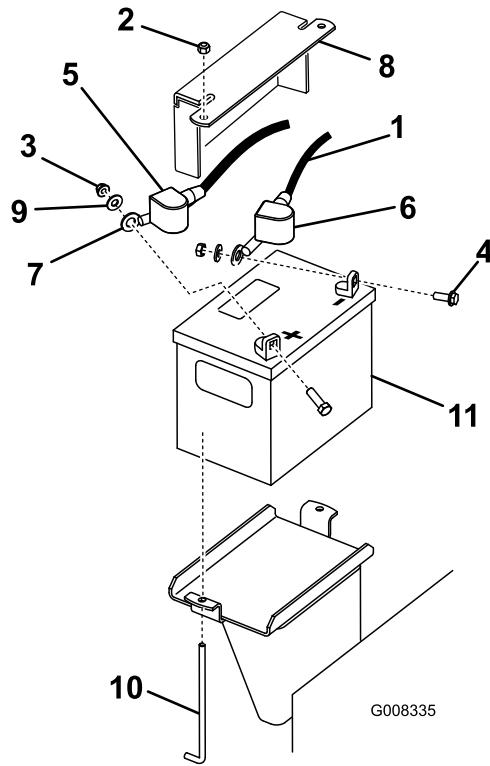

Figura 41
3. Levante la cubierta de goma negra del cable negativo. Desconecte el cable negativo del borne negativo (-) de la batería (Figura 41).
4. Retire la cubierta de goma roja del borne positivo (rojo) de la batería. Luego retire el cable positivo (rojo) de la batería (Figura 41).
5. Retire la pletina de sujeción, los pernos en J y las contratuercas que sujetan la batería (Figura 41), y retire ésta.
1. Coloque la batería en la máquina (Figura 41).
3. Conecte primero el cable positivo (rojo) al borne positivo (+) de la batería con una tuerca, una arandela y un perno (Figura 41). Deslice la cubierta de goma sobre el borne.
4. Luego conecte el cable negativo y el cable de tierra al borne negativo (-) de la batería con una tuerca, una arandela y un perno (Figura 41). Deslice la cubierta de goma sobre el borne.